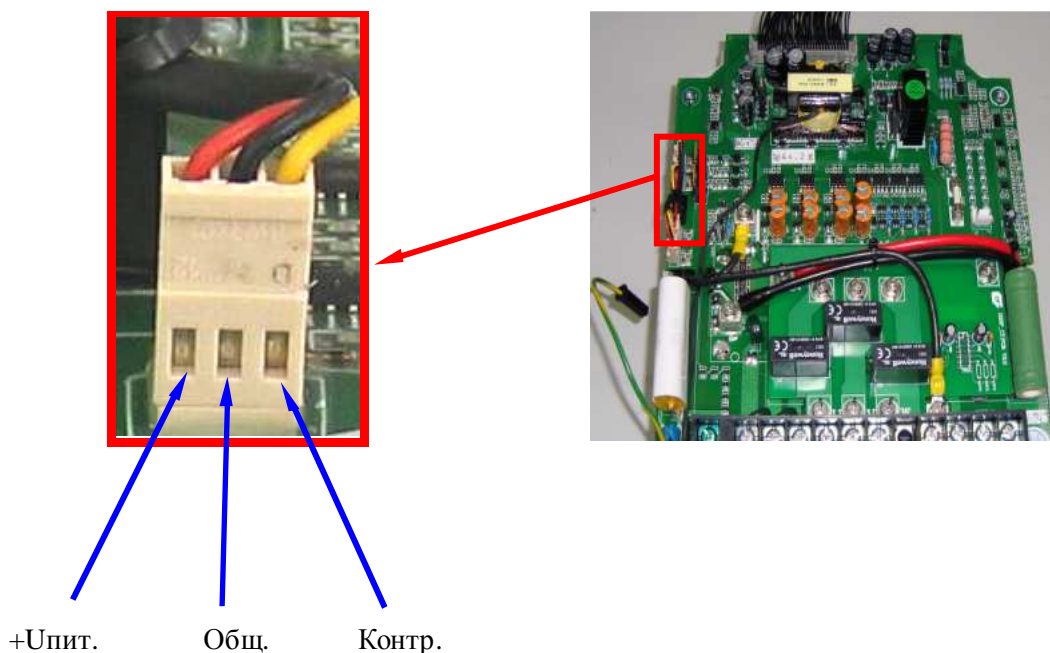

Рис. 4.10. Диагностика вентиляторов.
4.10.5. В случае появления сообщения об ошибке «ОН2» поочередно измерить напряжение на разъемах FAN 1... FAN 4 между выводами Общ. и Контр. (см. рис. 4.10). У исправного вентилятора напряжение при работе должно составлять менее 1 В. Если напряжение составляет 13...18 В - вентилятор неисправен.